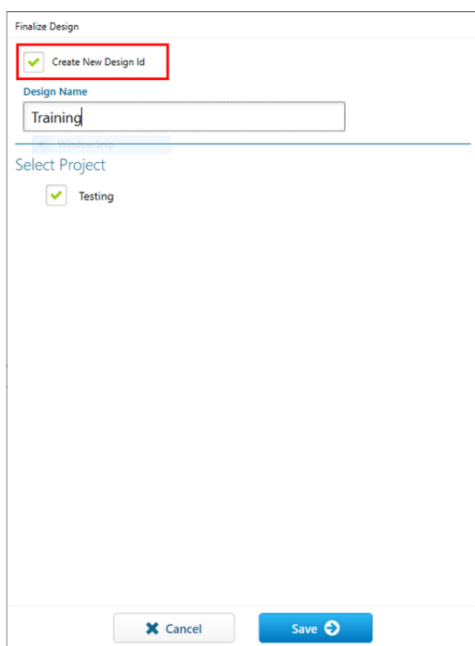
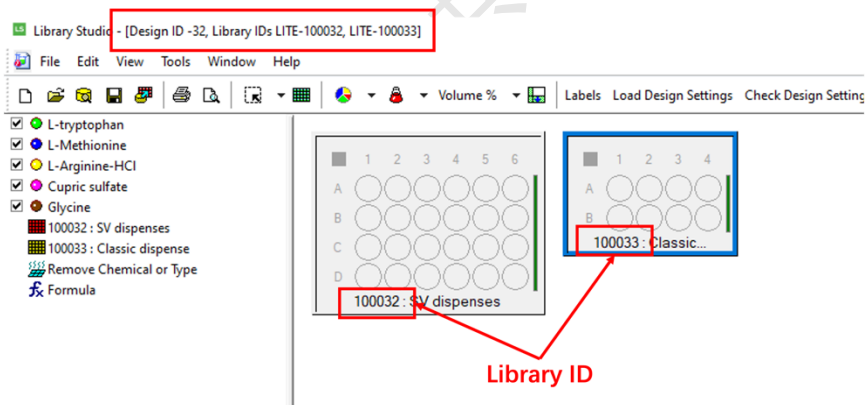

图 6-2-21
图 6-2-22
- 6) **新建 Design ID:** 点击“Finalize”后, 如下“Finalize Design”窗口会跳出 (图 6-2-21)。若是全新 Design, 请务必勾选“Create New Design ID”, 并输入“Design Name”, 选择相应项目归属“Select Project”。“Save”后, 软件会自动生成唯一数字 Design ID (显示在 Library Studio 软件的标题栏中, 图 6-2-22) 对应当前实验设计, 可在后续实验中直接输入该 ID 来运行此实验,